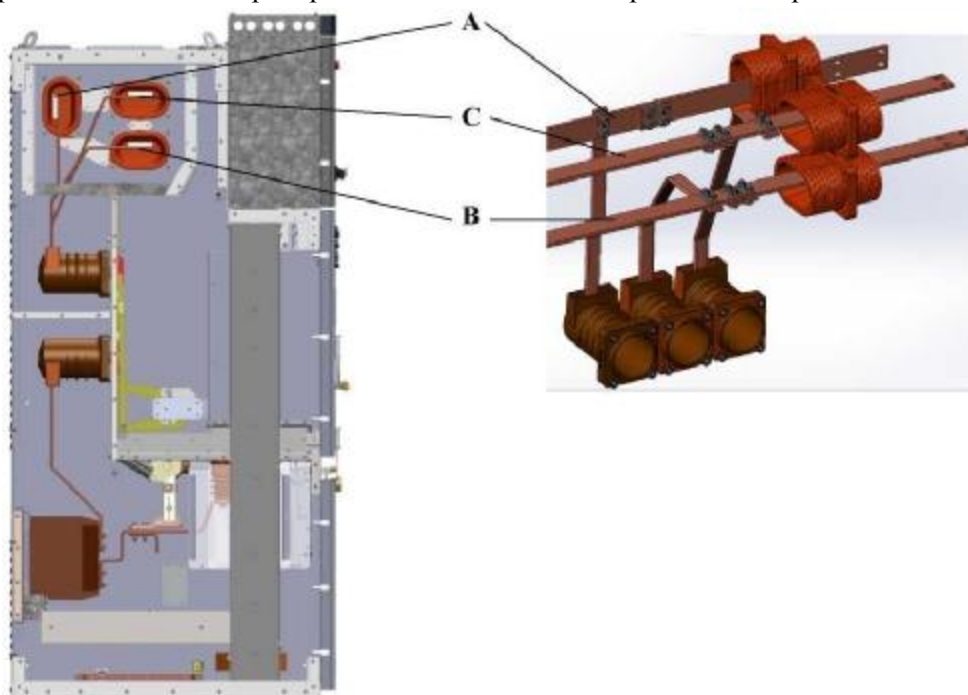

Рис. 25. Монтаж сборных шин
2.5.2.7 Соединить шкафы КРУ с контуром заземления при помощи уголка заземления согласно рис. 25. Уголок заземления крепится: к шкафу КРУ - с помощью 2 шпилек М6, к контуру заземления (в комплект поставки на входит) - посредством сварки.